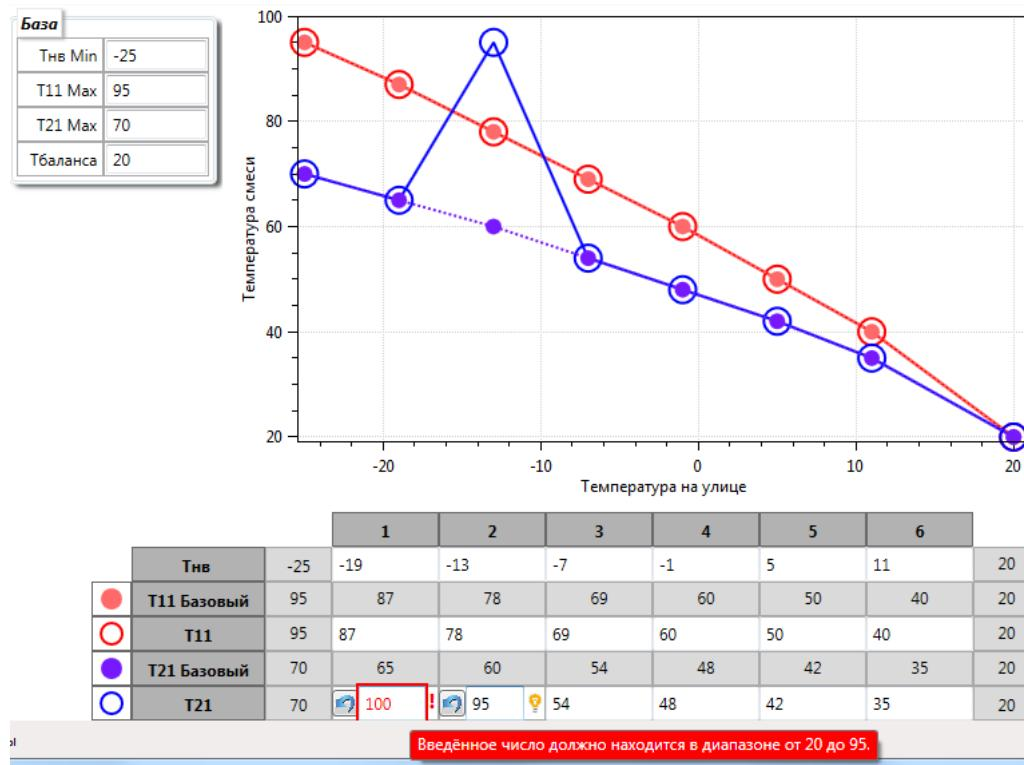
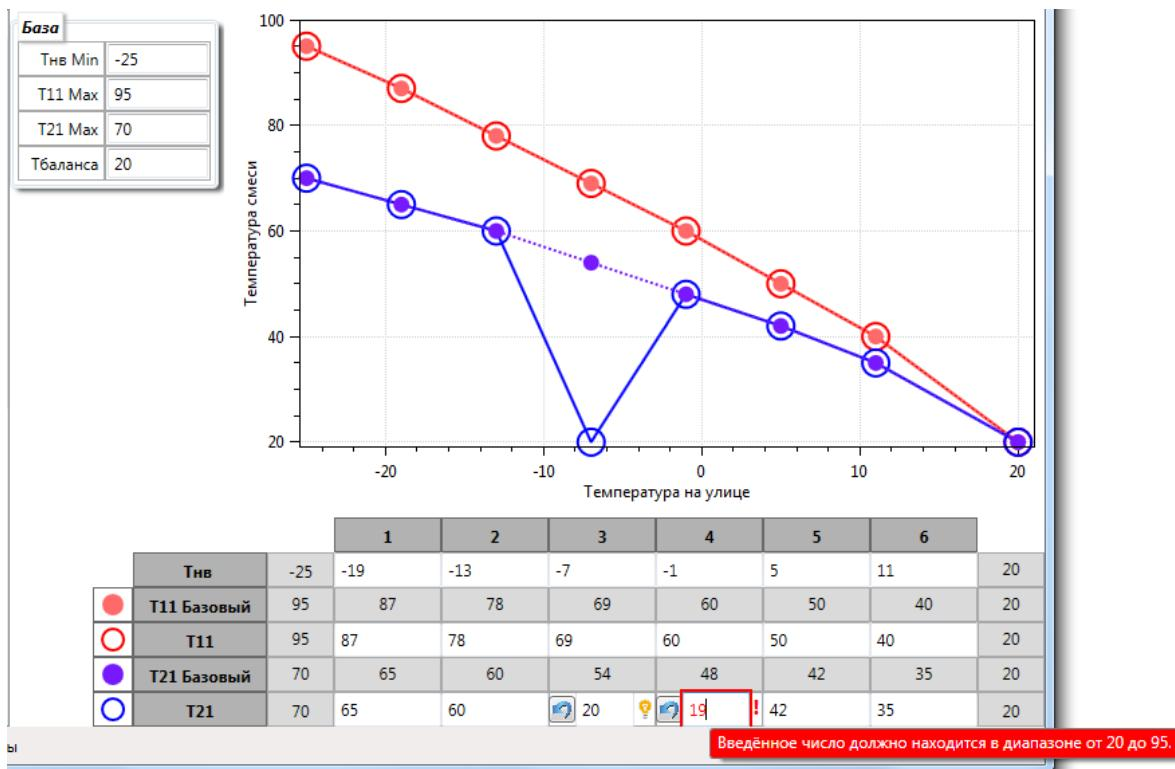

Рисунок 52 – контроль верхней границы для T21
Рисунок 53 – контроль нижней границы для T21
- $T11Max \leq T21 \leq T\text{баланса}$ (Рисунок 52 и Рисунок 53).